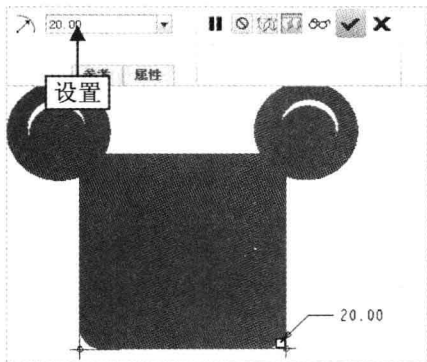

图 10-75 设置参数
Step 03 弹出“顶点倒圆角”选项卡,按住【Ctrl】键的同时,在绘图区选择合适的顶点,并设置半径为 20,如图 10-75 所示。